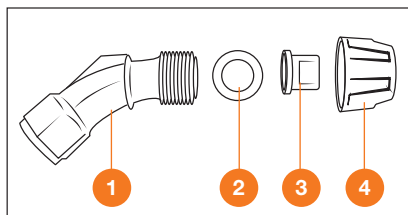

Рис. 30
Сборка регулируемой распылительной форсунки (Рис. 30 DSA 12Li SET / DSA 1221Li SET / DSA 1621Li SET / DSA 2021Li SET) – к переходнику ① установите круглое уплотнительное резиновое кольцо ②, присоедините распылитель ③ и закрепите накидной гайкой ④.